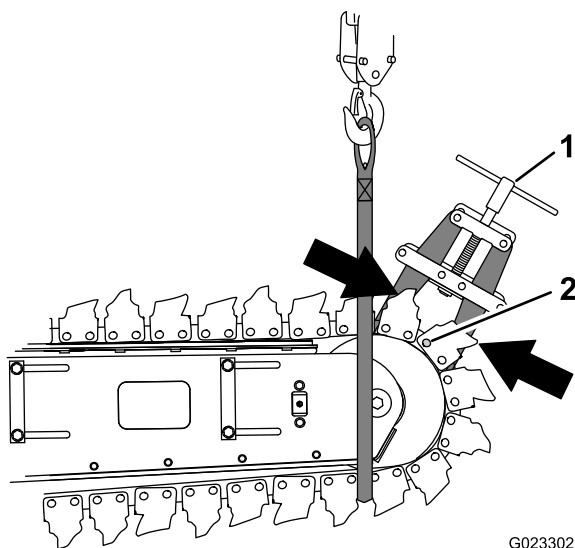

Figure 41
1. En partant de la goupille principale, passez la sangle de levage autour de la chaîne au niveau de la dent du cinquième ou du sixième maillon, en dessous et à l'avant de la poulie de tension (Figure 41).
3. Serrez les extrémités de la chaîne avec une pince à chaîne au niveau des galets de maillon de chaque côté des plaques intérieure et extérieure de la goupille principale (Figure 41).
2. Levez la chaîne et placez-la autour de la poulie de tension (Figure 46 et Figure 41).